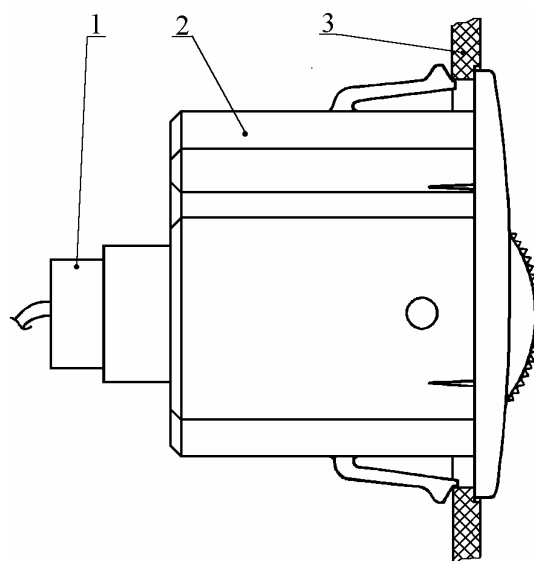

Рис.50. Переключатель электрокорректора фар:
14.2. Снять переключатель 2 (рис.50) электрокорректора фар с надставки 3 панели приборов левой, нажав рукой на защелки фиксации, и отсоединить колодку 1 жгута проводов.